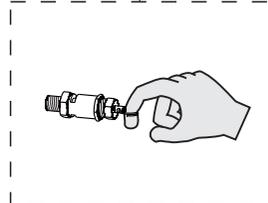

Figura 5
6. Verifique o funcionamento da válvula de segurança (figura 5).